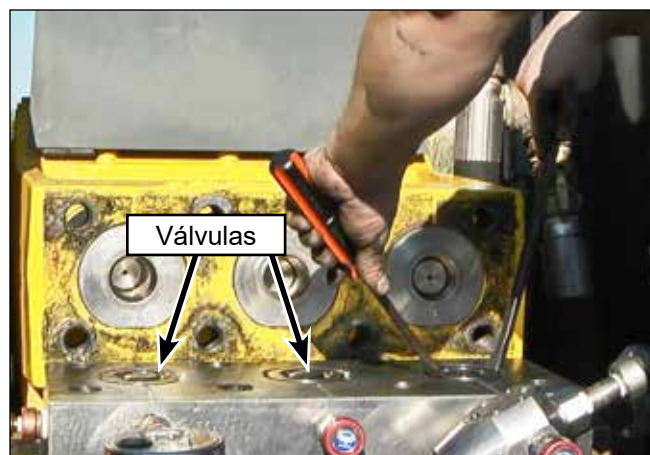

Figura 66: Extracción de las válvulas.
7. Use dos palancas pequeñas (Jetstream n.º de pieza 70179) para hacer palanca y sacar la válvula del difusor como se muestra en la (Figura 66).